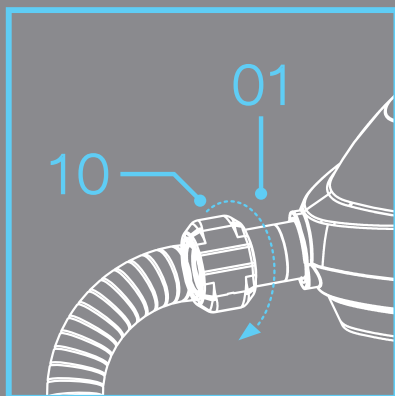

Figure 1.
Connectez l'**adaptateur de conduit flexible (10)** à l'**entrée de gonflage (1)** et tournez dans le sens des aiguilles d'une montre pour serrer le raccord (**Figure 1**).